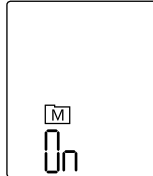

Bild 1
- Drücken Sie bei ausgeschaltetem Gerät die MEMO-Taste. Das Gerät schaltet in den Speichermodus (Bild 1).